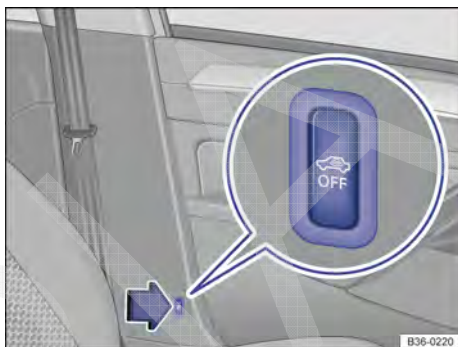

Fig. 80 Ao lado do banco do condutor: botão para desligar o monitoramento do interior do veículo e o alarme antirrebocagem.
travar o veículo. Com o sistema de alarme antifurto ativado, o monitoramento do interior do veículo e o alarme antirrebocagem → Fig. 80 também são ativados..
OU: Pressionar o botão  → Fig. 80. No botão, uma luz de controle amarela se acende .
- Pressionar o botão  → Fig. 80. No botão, uma luz de controle amarela se acende .
Se por meio do botão  o monitoramento do interior do veículo e o alarme antirrebocagem → Fig. 80 tiverem sido desativados, o monitoramento do interior do veículo e o alarme antirrebocagem poderão ser ativados novamente pressionando o botão . A luz amarela de controle se apaga.